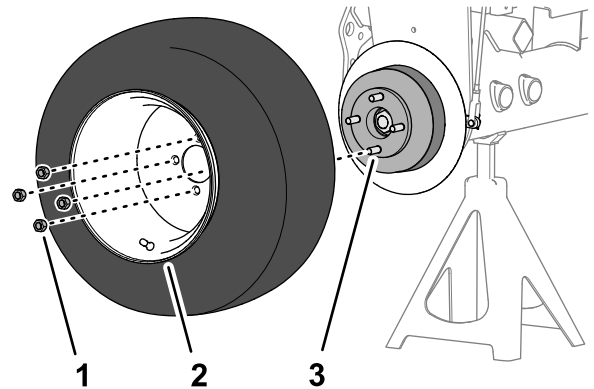

Figura 63
1. Retire las 4 tuercas que sujetan la rueda delantera al cubo, y retire la rueda (Figura 63).